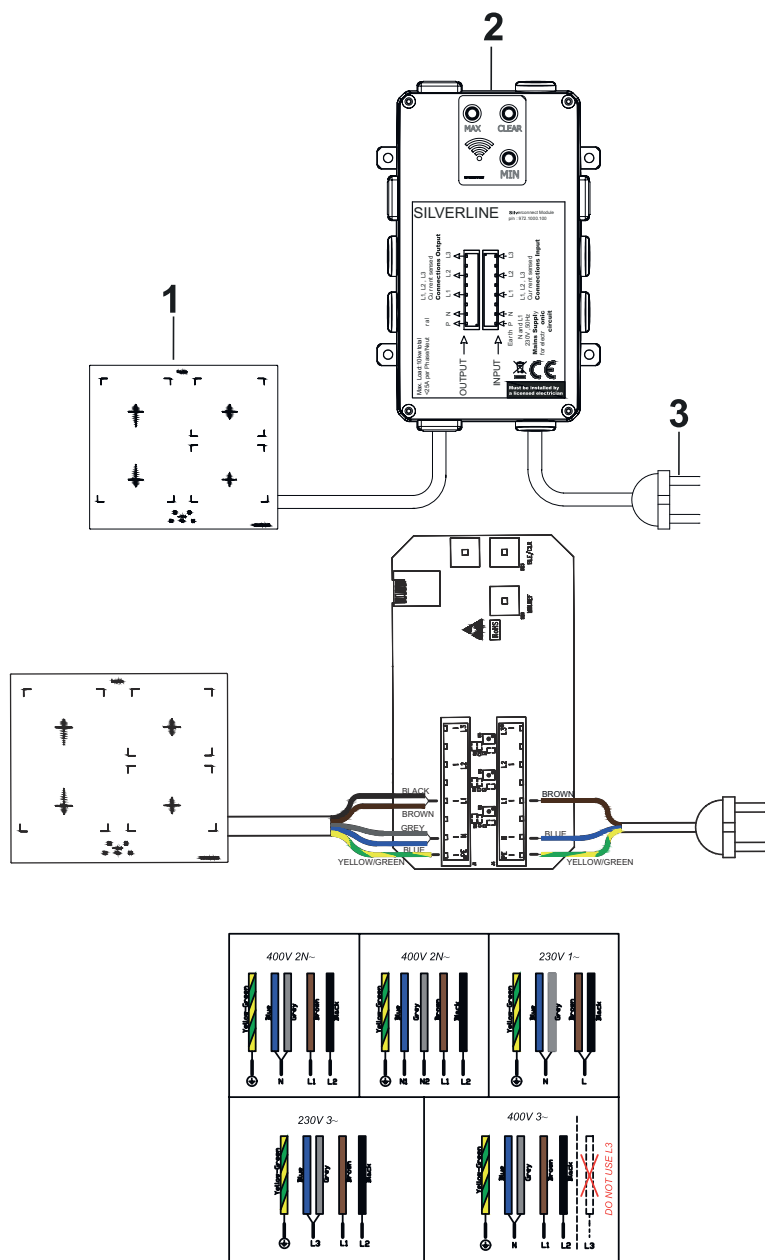

Fig. 24: Forbindelse af kogeplade og silverconnect
Bemærk "L1" **skal** bruges for at aktivere "L2" og "L3". Brug derfor altid "L1" som standard (Fig. 24).
⇒ Det skulle nu blinke med blå lys ved alle 3 knapper på silverconnect. (Fig. 24/ nr.2)
4. ➤ Tryk nu igen på knappen "clear" i 3 sekunder og slip herefter. Nu skulle de blå lys, lyse konstant. (Fig. 24)
8. ➤ **JUSTERING AF MIN. NIVEAU:** Sørg for at zonerne er slukket på kogepladen og at den er på standby. Vent nu 7 sekunder og tryk og hold herefter på "min" knappen på silverconnect i 2 sekunder (Fig. 24) og vent nu i 7 sekunder igen. I medens vil de blå lys blinke en gang. Når lysene har blinket en gang, er min. niveau godkendt.
9. ➤ **GENKENDELSE AF MAKS. NIVEAU** Sørg for at alle zoner er tændt på kogepladen og at der er fuld styrke på alle zoner (brug gerne power niveau (hvis aktuelt) Vent nu 7 sekunder og tryk og hold herefter på "max" knappen på silverconnect i 2 sekunder (Fig. 24) og vent nu i 7 sekunder igen. I medens vil de blå lys blinke en gang. Når lysene har blinket en gang, er min. niveau godkendt.